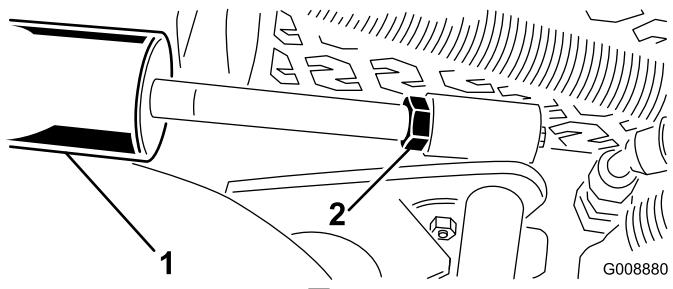

図 26
- A. カッティングユニットを降下させ、シリンダについているジャムナットを戻す（図 26）。